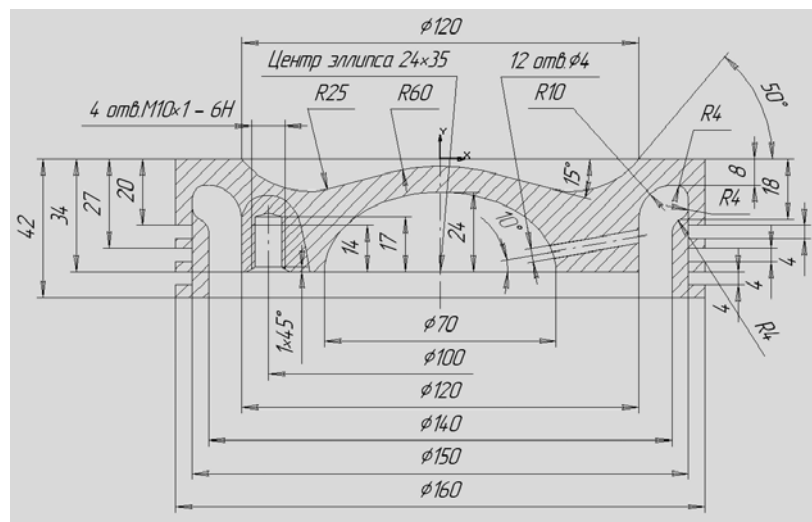

Рис. 4.44
На рис. 4.44. показан чертеж головки поршня, на основе которого разработан алгоритм ввода его геометрии. По многим элементам деталь симметрична, поэтому вычерчивать следует лишь одну половину, а остальные несимметричные элементы добавлять по мере необходимости. Центр координат логично установить в середине верхней части головки поршня.
5. Нажмите кнопку  (**Скругление**). В окне **rad** введите радиус 25 и выполните скругление камеры сгорания. Полость масляного охлаждения скруглите радиусами 10 и 4 в трех местах по контуру (рис. 4.44).
В строке меню выберите команды **Операции > Поворот** и в окне **Угол поворота** строки параметров установите величину -90 . Проследите за тем, чтобы с правой части окна была изображена кнопка с одним прямоугольником . Затем направьте курсор в точку поворота с координатами (-52, -34) и после появления косога креста щелкните мышью. Резьба установится строго вертикально и в нужном нам месте (рис. 4.53). Однако по чертежу рис. 4.44 требуется резьба М10 с длиной резьбовой части 14 мм, в то время как у нас установлена резьба М6 с длиной резьбовой части 17 мм. Чтобы трансформиро-
10. Местный разрез. На инструментальной панели нажмите кнопку  (**Ввод кривой Безье**). Щелкнув мышью по окну  (**Текущий стиль линий**), выберите в диалоговом окне **Для линии обрыва**. Установите курсор на линии контура вблизи резьбового фрагмента и, обозначая точки щечками мыши, выполните местный разрез, как показано на рис. 4.44. Завершите местный разрез, нажав кнопку  (**Создать объект**), и не забудьте вернуться к установке основной линии.